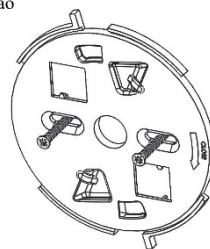

Figura 7
3. Usando os buracos do suporte como molde, fixe o suporte na superfície de amparo (*ver Figura 7*).